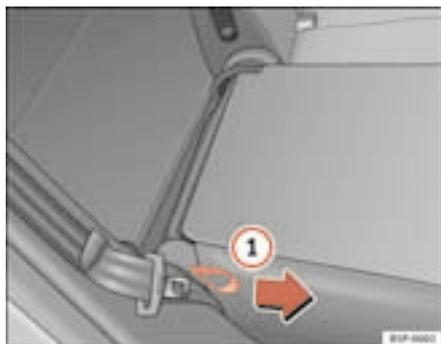

Fig. 97 Rebater ou levantar o encosto dos bancos traseiros
- Puxar a pega que se encontra na parte lateral do banco ⇒ fig. 97 **1**